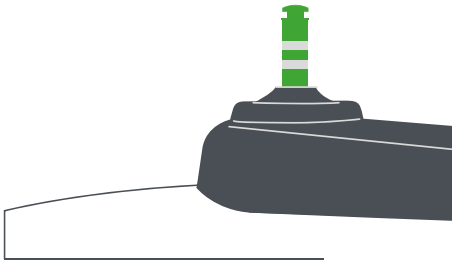

Fig. 8
Válvula de trabalho (3) (modelo Level). Mantém o nível de pressão estável a 90 kPa. À medida que a pressão se acumula dentro da panela, começa a emergir um primeiro um aro e depois um segundo aro (Fig. 8). Nesse momento, a panela terá atingido a pressão de cozedura correta. Então, a intensidade da fonte de calor deve ser reduzida para uma regulação de potência média-baixa que permita manter uma pressão estável, mostrando sempre o segundo aro. Se a intensidade de calor for